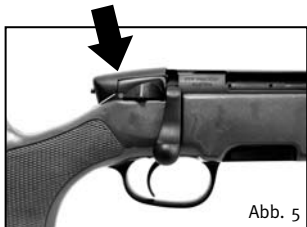

Abb. 5
**Feuer-Stellung** (Abb. 5):
1. Sicherung des Gewehres auf Feuerstellung schieben (Abb. 5).
1. Sicherung in die Feuerstellung schieben, nur der rote Punkt ist sichtbar (Abb. 5).
1. Sicherungsschieber in Feuerstellung schieben (Abb. 5)
2. Beim Wiedereinführen des Verschlusses in das Gehäuse die Sicherung in die Feuer-Stellung schieben (Abb. 5).